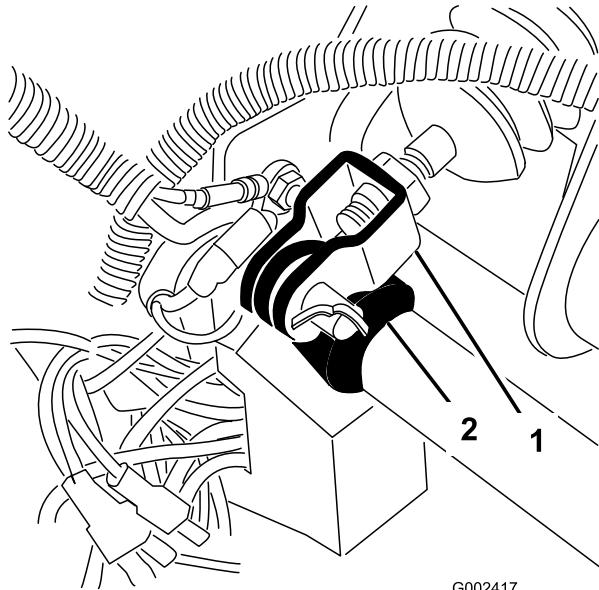

図 64
1. マスターシリンダ・ヨークをブレーキペダルのピボットに固定しているコッターピンとクレビスピンを取る図 64。